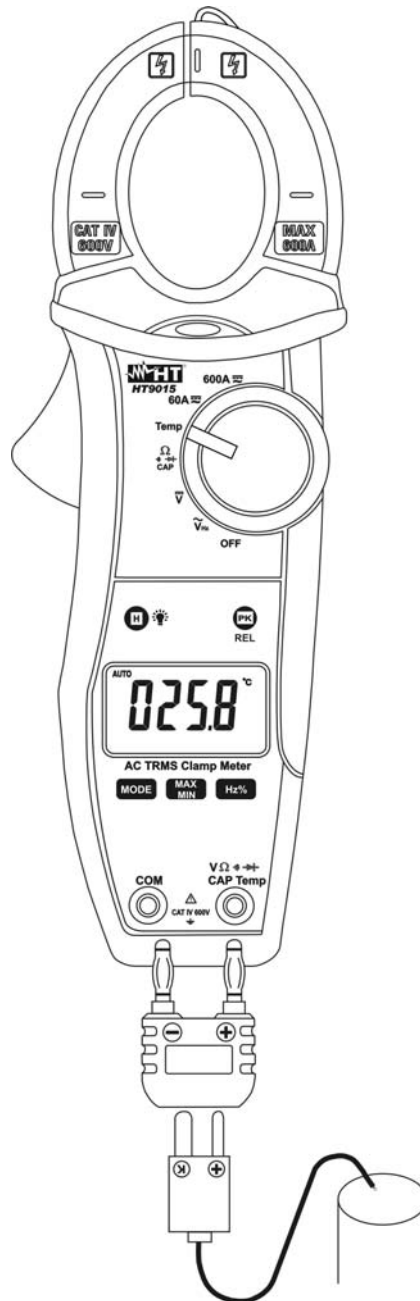

Abb. 8 Temperaturmessung
3. Verbinden Sie den Temperaturfühler Type K mit der **VΩ+CAP Temp** und **COM** Eingangsbuchse unter Berücksichtigung der korrekten Polarität (siehe Abb.8). Der Temperaturwert wird nun im Display angezeigt.